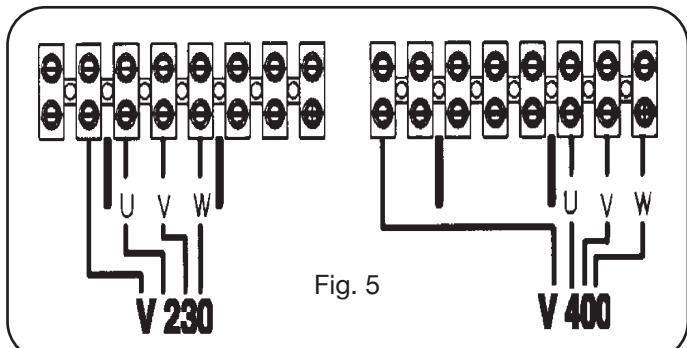

Fig. 5
- Om de voedingsspanning te veranderen moet het zij-element rechts worden weggehaald en moeten de verbindingen van het klemmenbord voor spanningsverandering worden gerangschikt zoals te zien is op de afbeelding 5.